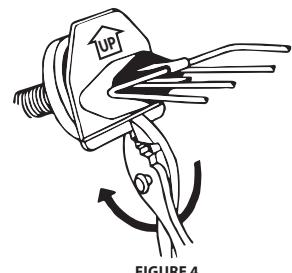

FIGURE 4
- a) If the bottom of the plastic plate is bumping into the bottom of the tank surface and preventing the de-icer from laying flush against the drain hole-snap the plastic strip off along the groove as shown in figure 4. If breaking this strip was necessary then you must also take a knife and cut the overlapping piece of gasket.
a) Si le bas de la plaque de plastique touche le fond du réservoir, empêchant ainsi le dégivreur d'être étroitement ajusté contre le trou de drainage, casser la bande de plastique le long de la rainure, comme montré dans la figure 4. S'il était nécessaire de briser cette bande, vous devez également utiliser un couteau pour couper la pièce de joint chevauchante.